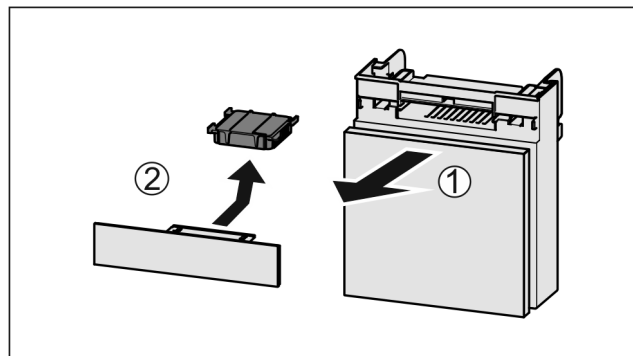

Fig. 164
- ▶ Потягніть Fig. 164 (1) відділення вперед.
- ▶ Витягнути Fig. 164 (2) фільтр з активованого вугілля.